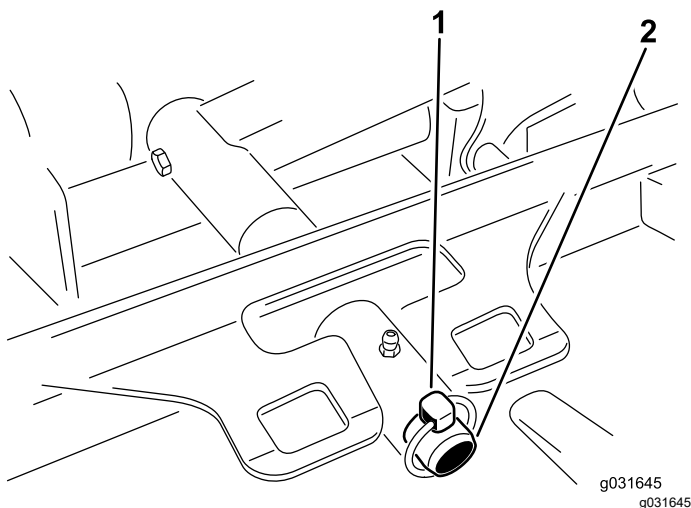

Bild 69
3. Entfernen Sie den Klappstecker oder die Befestigungsmutter, mit der der Mähwerkträgerahmen am Hubarm-Lagerbolzen befestigt ist (Bild 69).
3. Schieben Sie den Mähwerkträgerahmen auf den Lagerbolzen des Hubarms und befestigen Sie ihn mit dem Klappstecker oder der Befestigungsmutter (Bild 69).